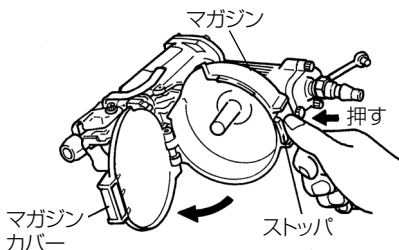

図 8
(1) マガジンに釘を入れる
- マガジンのストッパを押し、マガジンカバーを開いてください。(図 8)